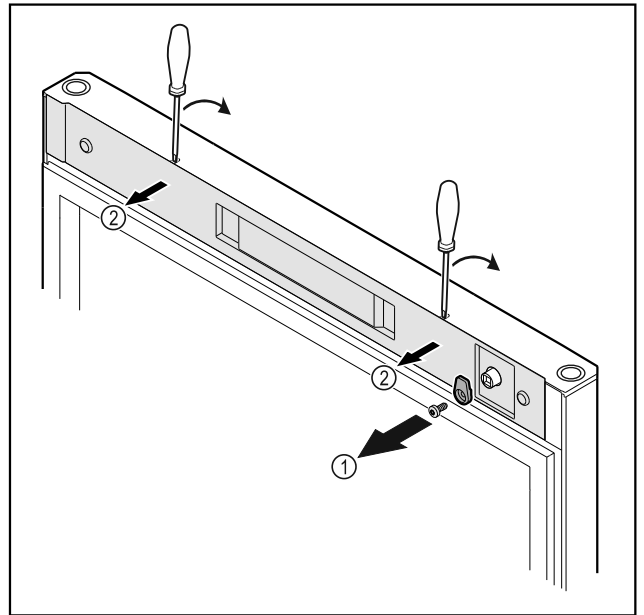

Fig. 10
- Sluithaak Fig. 10 (1) losschroeven.
- Afdekking Fig. 10 (2) met een kleine schroevendraaier losmaken en verwijderen.